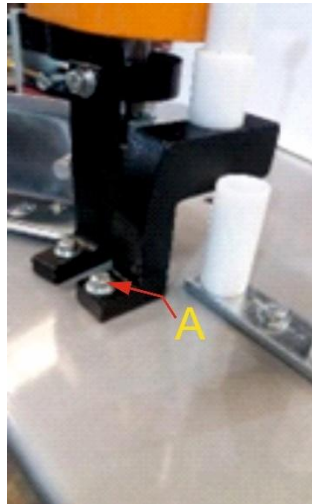

Figura 4 - Fixando o destopador
Para montar o sistema de corte da fita na máquina, retire o parafuso que se encontra fixado na mesa (Chave fixa 13), e parafuse a base do destopador, conforme a Figura 4.
- Ajuste o parafuso sextavado [C] para garantir que o prato e o sistema de avanço da fita fiquem alinhados conforme a Figura 4.